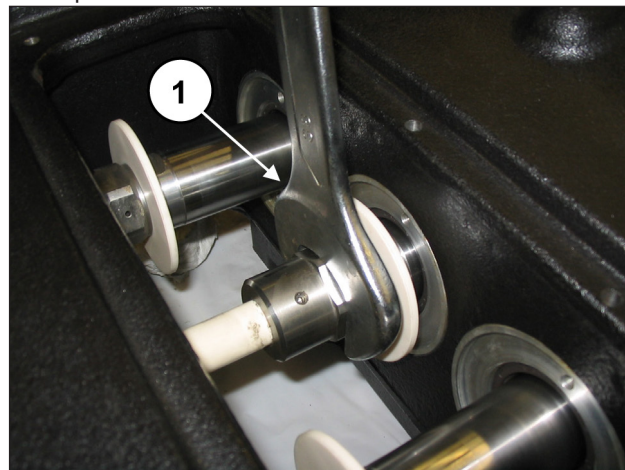

Fig. 101
Visser les trois pistons (rep. ①, Fig. 101) et régler à l'aide de la clé à fourchette dynamométrique, en suivant les explications au chapitre 3.